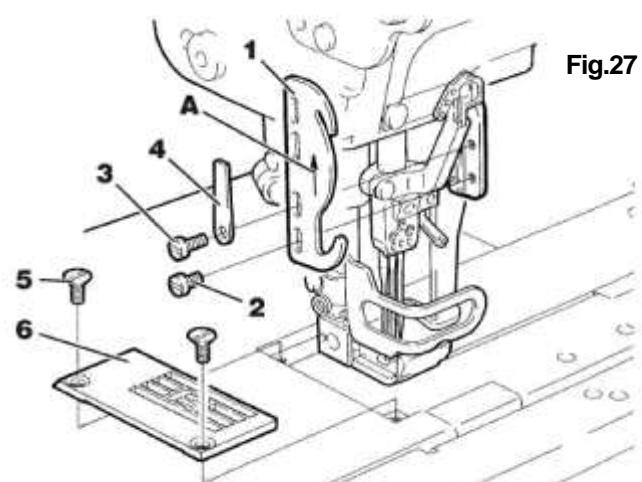
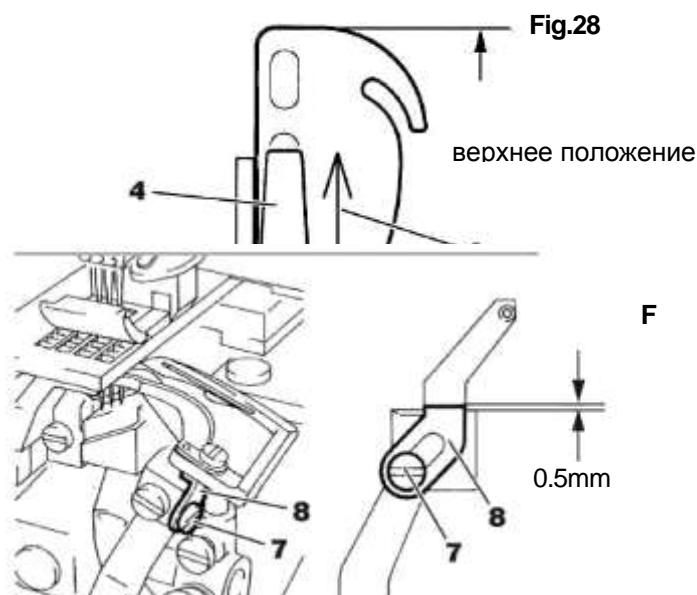

Fig.27
Fig.28
**1.** Снимите винты 2 и 3. Поверните нитепрятгиватель 1 игольной нити верхней стороной вниз (для изменения параметров со свободных стежков на плотные стежки). Проверьте, обращена ли вверх стрелка A, выгравированная на нитепрятгивателе игольной нити 1, как показано на Рис. 27. 27. Подтяните нитепрятгиватель 1 игольной нити вверх до упора. Затем затяните винт 2. В это время, чтобы отключить ограждение игольной нити 4, это ограждение 4 должно быть установлено вверх (см. Рис. 28). Затем затяните винт 3.